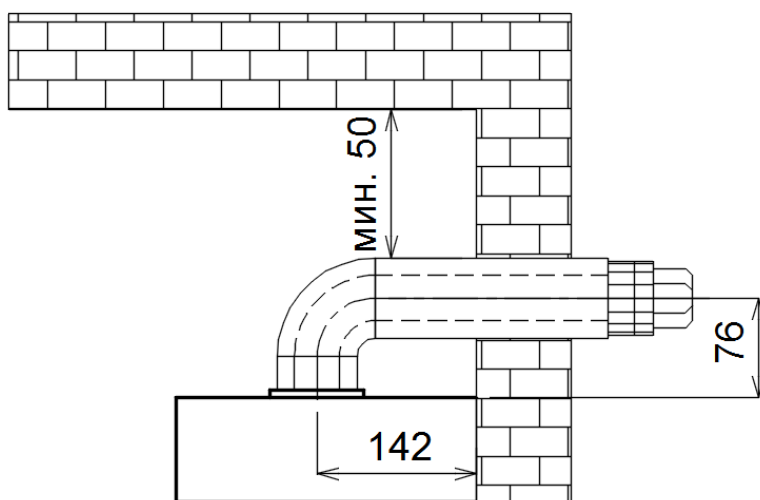

Рис. 15 Монтаж дымохода
- Зазор между верхней частью дымохода и потолком должен составлять не менее 50 мм. (Рис. 15).
- Длина участка дымохода, выступающего с наружной стороны стены здания, должна составлять не менее 300 мм. (Рис. 15).